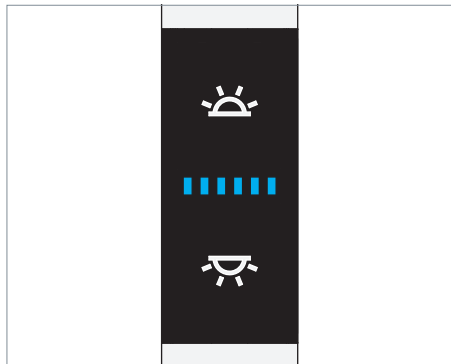

Fig. 12: Élément de commande.
- ▶ Appuyez sur la touche supérieure, voir Fig. 12.
- ▶ Appuyez sur la touche inférieure, voir Fig. 12.
- ▶ Appuyez sur la touche supérieure et tenez-la appuyée, voir Fig. 12.
- ▶ Appuyez sur la touche inférieure et tenez-la appuyée, voir Fig. 12.